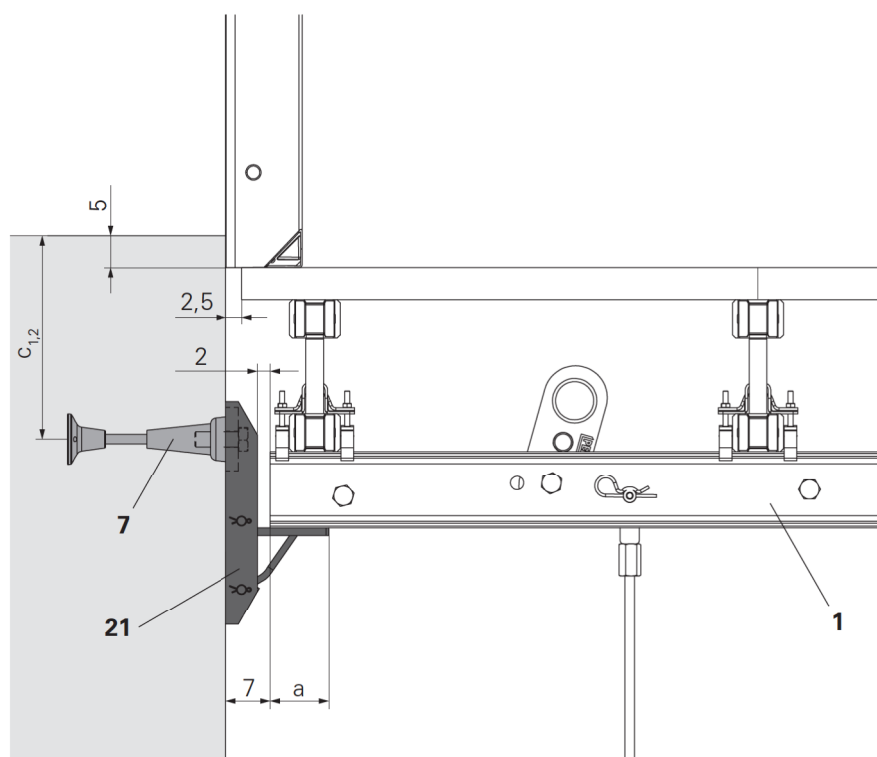

Fig. A1.04
- Rispettare le distanze minime $c_{1,2}$ dell'ancoraggio utilizzato, vedere capitolo "A2 Ancoraggi". (Fig. A1.04)